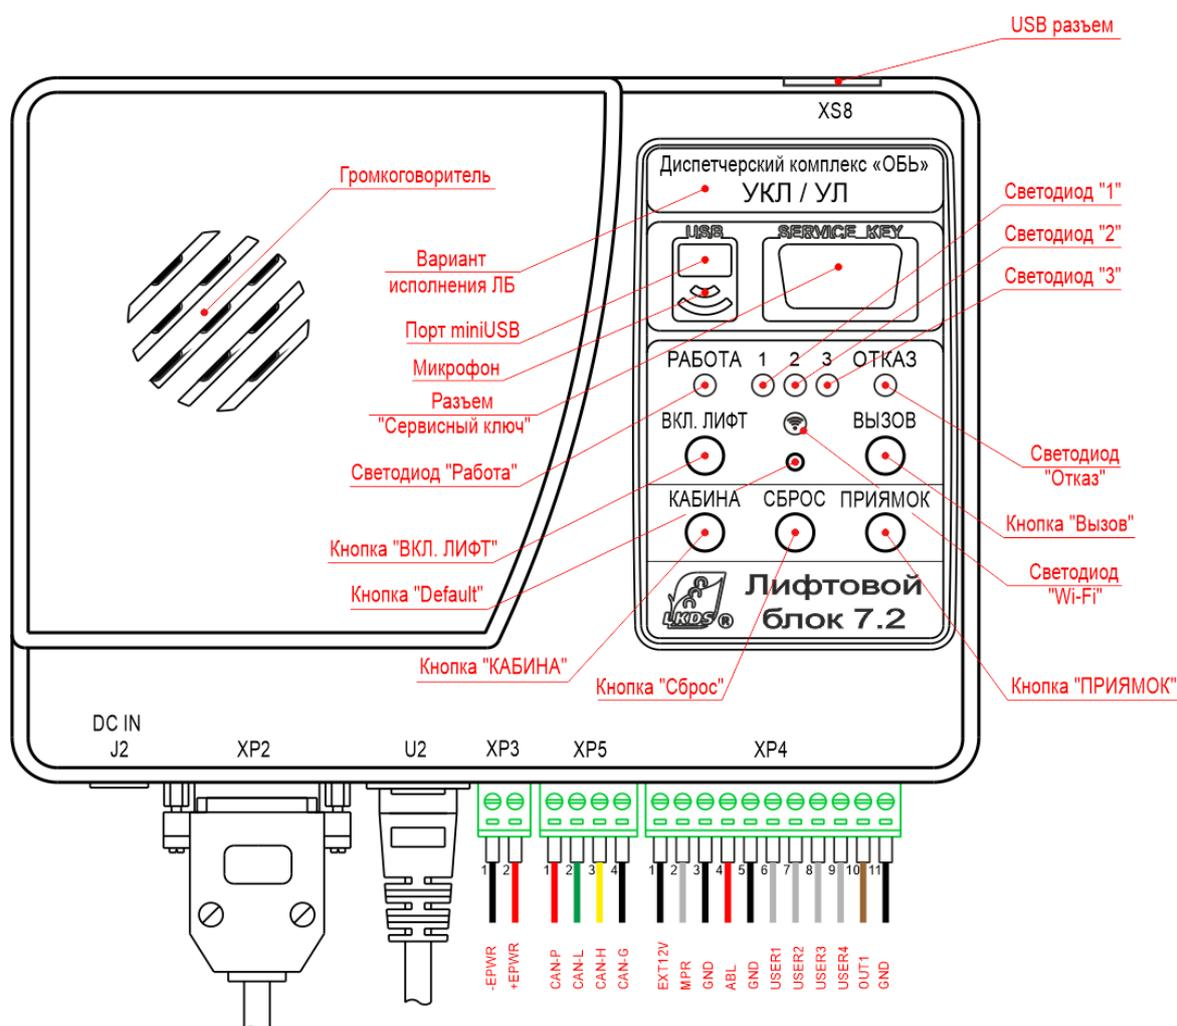

Рисунок 1 – Внешний вид лифтового блока, назначение разъемов, органов управления и индикации
**На крышке корпуса ЛБ7.2 (см. рис. 1) расположены разъемы:**